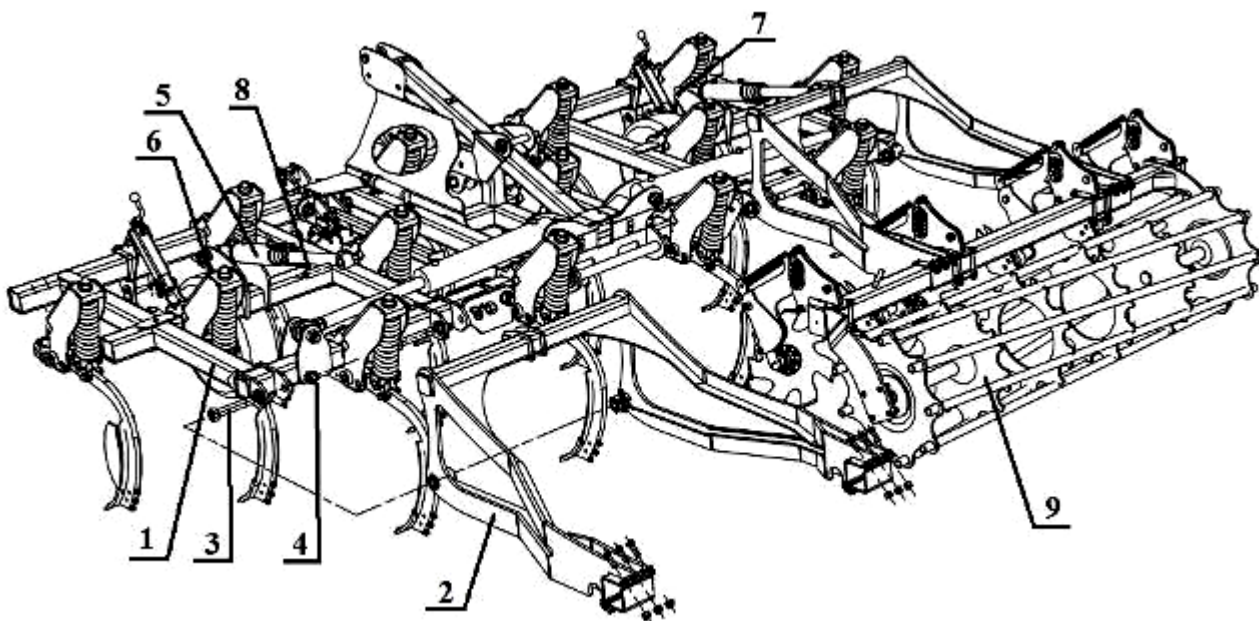

Рисунок 3.
- Смонтировать раму катков (2) (рис. 3) на центральной раме (1) при помощи крепёжных осей ( $\varnothing 30 \times 175$  M30) (3), которые фиксируются гайками nylstop (4).
- Закрепить гидроцилиндр (5) на центральной раме (1) посредством крепёжной оси ( $\varnothing 25 \times 155$  M24) (6), зафиксировав её гайкой nylstop (7), и на раме катков осью ( $\varnothing 32 \times 130$ ) (8).
- Смонтировать катки (9) на раму катков (2) таким образом, чтобы внутреннее расстояние между кронштейнами катков в разложенном состоянии составляло 15 мм.